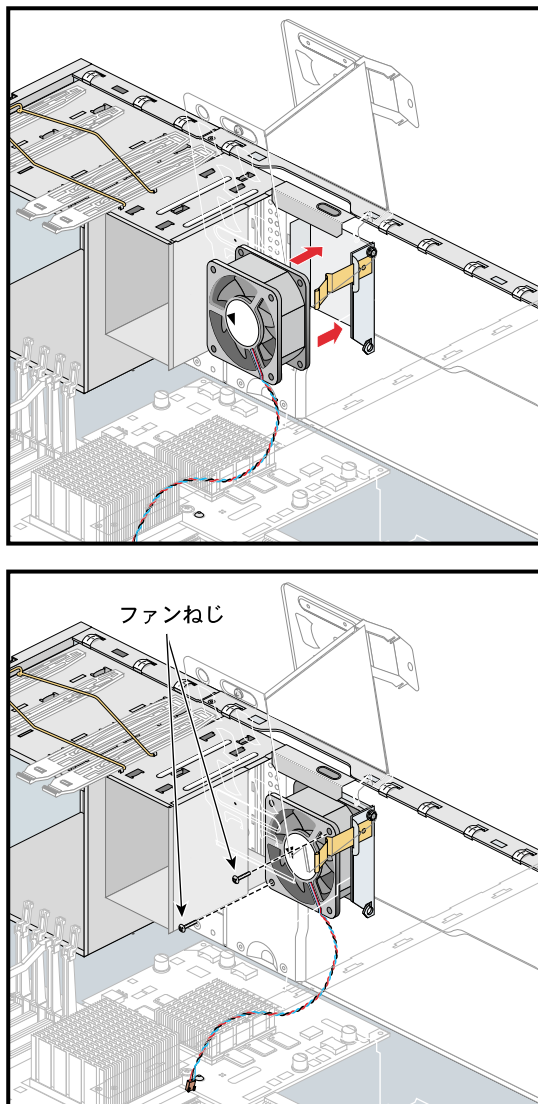

図4-41 交換用ディスク・ドライブ・ファンの取付け
4. シャーシ背面の方向に空気が流れ、ワイヤ・ハーネスが電源コネクタに最も近い側になるように、交換用ファンの向きを合わせます。続いて、ファンを筐体へ挿入し、ファン・フレームのノッチを通してワイヤ・ハーネスを配線します。図 4-41 を参照してください。
5. ファンをファン・フレームに固定する 2 本のプラスねじを取付けます。続いて、ディスク・ドライブ・ファン・ワイヤ・ハーネスをシステム・ボードの電源コネクタに接続します。図 4-41 を参照してください。